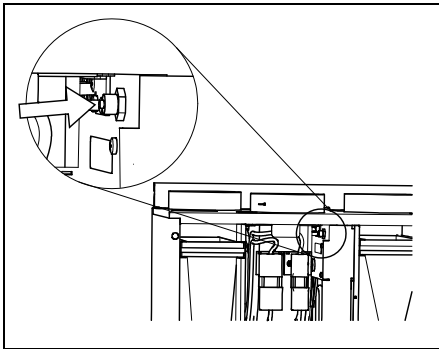

Fig.9
- Kontroller om branntermostat er slått ut. Resettes med trykk på rød bryter i aggregatet (**Fig 9**).